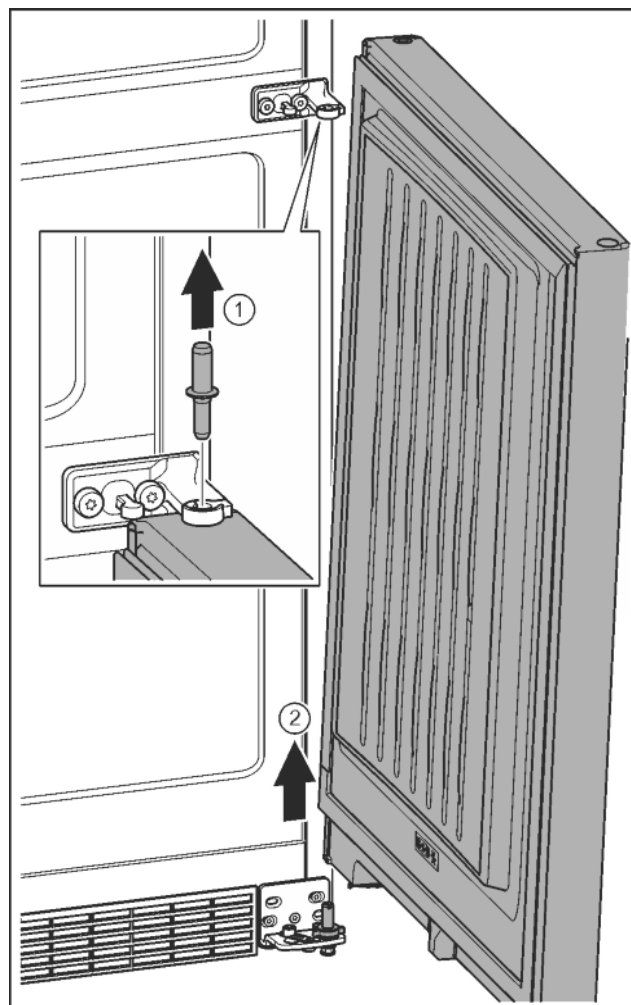

Fig. 10
- ▶ Извлечь пальцы движением вверх. Fig. 10 (1)
- ▶ Отклонить дверь, приподнять вверх и отставить в сторону. Fig. 10 (2)